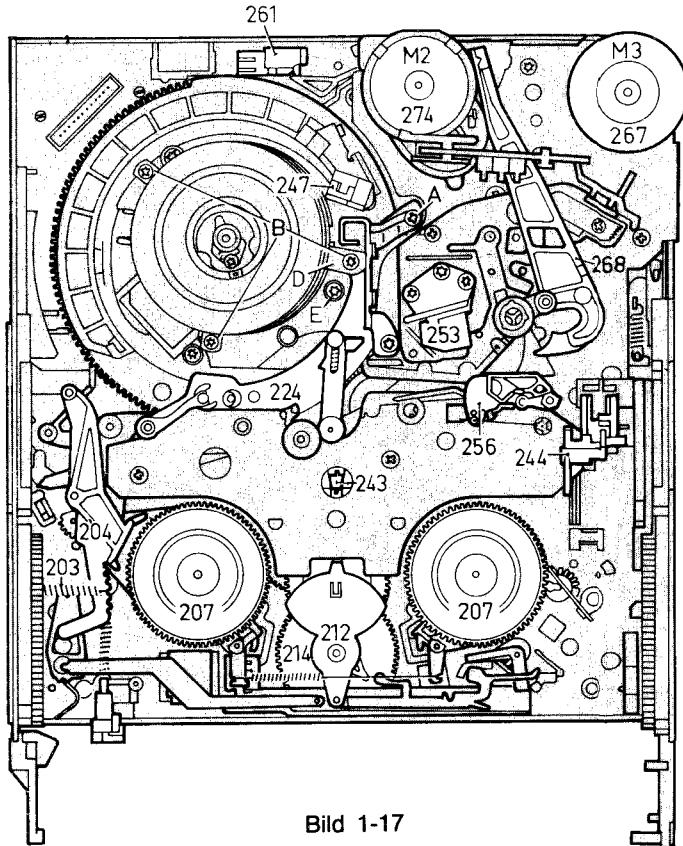

Bild 1-17
- Schraube A (Bild 1-17) lockern und den Kopfverstärker in die Servicestellung bringen (1.2).
- Befestigungsschrauben B (Bild 1-17) lösen, die linken Klemmplatten entfernen und die rechte Klemmplatte nach rechts wegschwenken.
- Stellung der rechten Befestigungsschraube E (Bild 1-17) markieren.
- Die linken zwei Schrauben anziehen, Schraube E (Bild 1-17) einstellen siehe Ausbau.